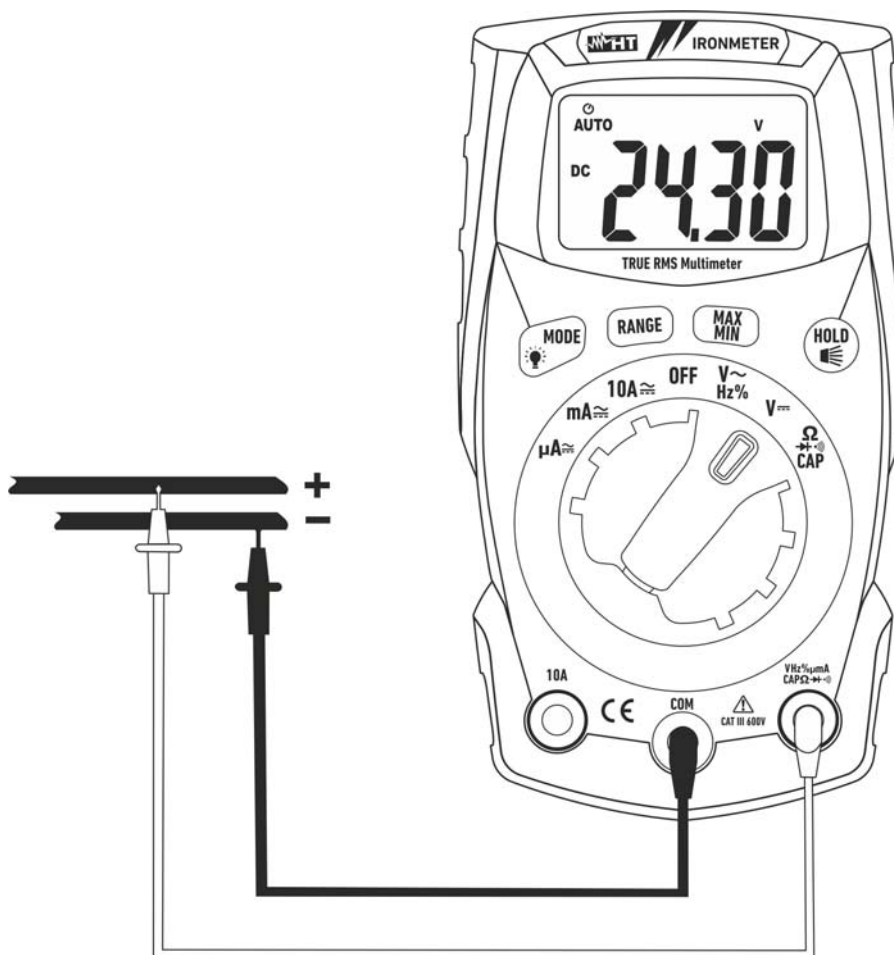

Fig. 3: Uso del instrumento para medida de Tensión CC
3. Posicione la punta roja y la punta negra respectivamente en los puntos a potencial positivo y negativo del circuito en examen (vea Fig. 3). El valor de la Tensión se muestra en pantalla
5. La visualización del símbolo "**-**" en el visualizador del instrumento indica que la Tensión tiene sentido opuesto respecto a la conexión de Fig. 3.